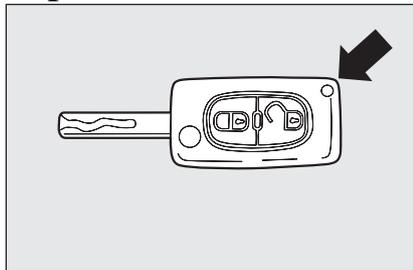
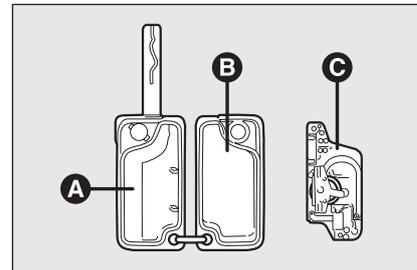

fig. 5
fig. 6
- separe los dos cascos **A** y **B**-fig. 6, haciendo palanca en el punto indicado por la flecha en la fig. 5;
- extraiga y sustituya la pila **C**-fig. 6;